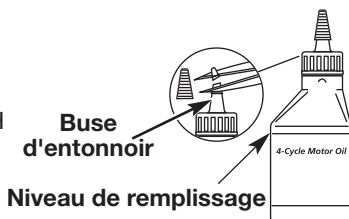

Fig. 9
Votre appareil est livré avec une bouteille d'huile SAE 30 SF, SG, SH de 90 ml (3,04 oz) (Fig. 9).
**REMARQUE :** conservez la bouteille pour mesurer correctement la quantité nécessaire d'huile plus tard (Fig. 9). Voir *Changement d'huile*.
1. Dévisser le bouchon de la bouteille d'huile et retirez le papier couvrant l'ouverture. Remplacez le bouchon. Coupez la pointe de la buse de l'entonnoir (Fig. 9).